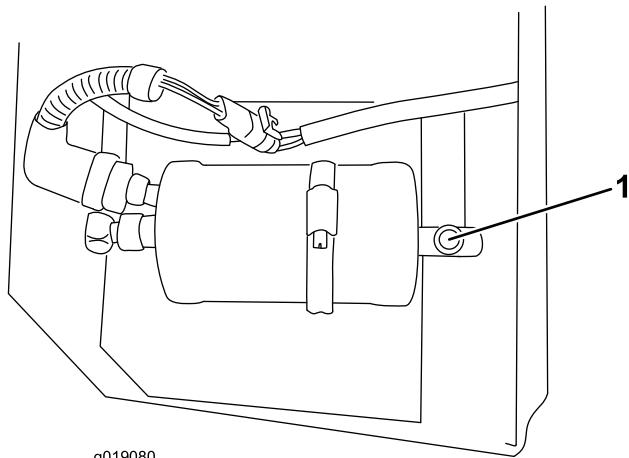

Figura 6
1. Utilizando o indicador no depósito de recolha, verifique o nível do líquido de refrigeração (Figura 6).